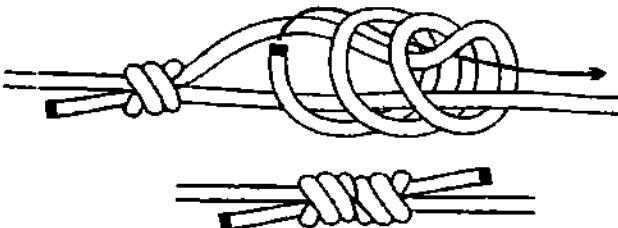

Рис. 790. *Тройной рыбакский узел* состоит из двух *тройных простых узлов*.
*Тройной рыбакский* узел вяжется на жёстких и скользких синтетических верёвках и толстых лесках (рис. 790). Узел ещё более прочный и надёжный, чем *двойной рыбакский узел*.